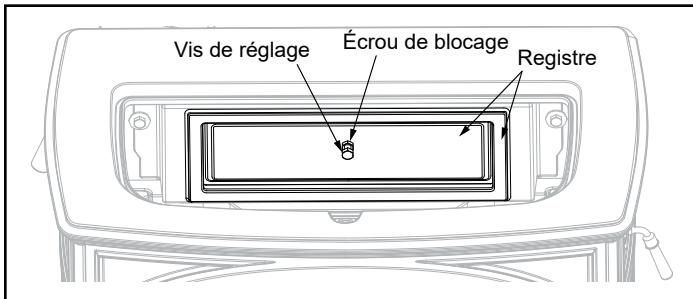

Figure 3.3 – Régler le registre à l'aide d'une clé Allen.
1. Enlevez la plaque. Desserrez l'écrou de blocage au centre de la plaque (figure 3.3).